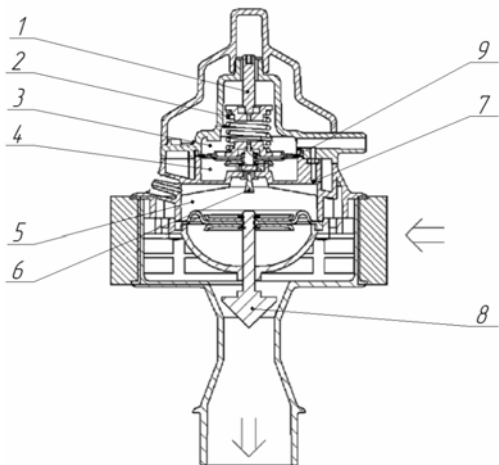

Рисунок 1.7 – Вакуумный регулятор MVR:
Вакуумный регулятор (рис. 1.7) DeLaval MVR поддерживает установленный уровень вакуума, изменяя приток воздуха в аппарат.
- Верхняя диафрагма (9) сдвигает пружину (2) и в это же время закрывается управляющий клапан (6) (рис. 1.7).
- Уровень вакуума в емкости над нижней диафрагмой (5) увеличивается по мере того, как воздух выходит через ограничительное выпускное отверстие (7).
- Из-за повышения уровня вакуума конус клапана (8) открывается и воздух поступает в систему.